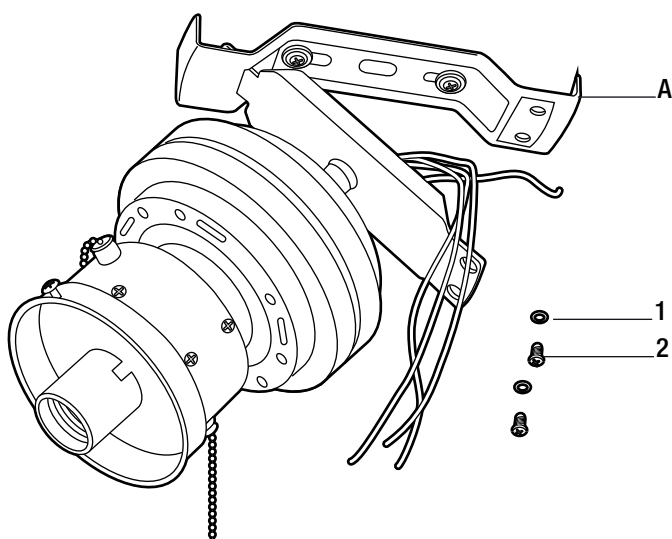

Figura 7
- Haga coincidir los tres agujeros en los dos extremos de la barra de soporte (A) con tres tornillos del colgador. Asegure el ensamblaje del ventilador sobre la barra de soporte (A) usando los tornillos preensamblados (1) y arandelas (2) (Figura 7 y 8).